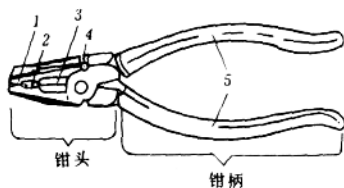
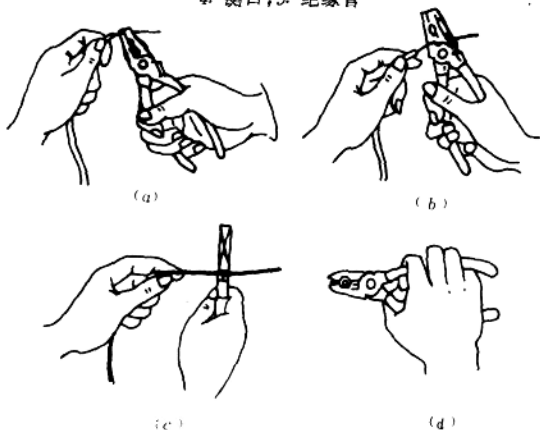

图 1-6 钢丝钳
图 1-7 钢丝钳的正确握法
2. 钢丝钳 钢丝钳是电工的重要工具。由钳头和钳柄两部分组成(图 1-6)。钢丝钳钳口可用来弯绞、钳夹电线线头或其他金属丝;刀口可用来剪切电线、起铁钉、剥离电线的绝缘层;侧口用来侧切钢丝、铅丝或其他金属丝;齿口用来紧固或拧松有角螺母。钢丝钳的正确握法如图 1-7 所示。钢丝钳的规格很多,一般选长 175~200 毫米的为宜。